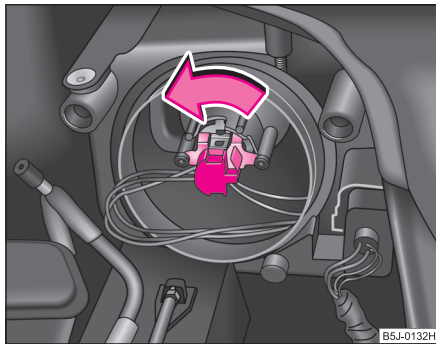

Abb. 173 Ausbau der Glühlampe für Abblend- und Fernlicht
- Beim Scheinwerfer mit Modul (Halogenglühlampe H7) ⇒ Abb. 173 den Stecker mit der Halogenglühlampe bis zum Anschlag nach links drehen und herausnehmen.